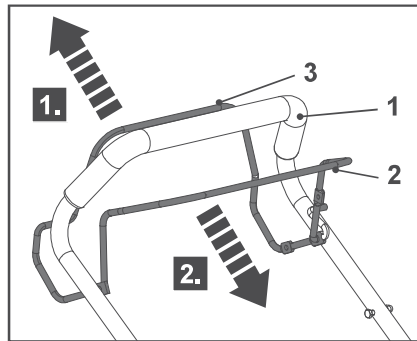

Fig. 25
1. Solte a barra de autopropulsão (3) a fim de parar a função de autopropulsão (Fig. 25, passo 1).
2. Solte a alavanca do travão (2) para parar o motor e a lâmina (Fig. 25, passo 2).